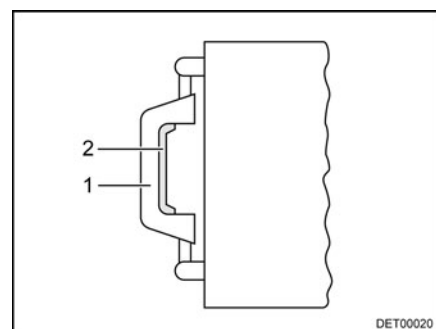

Fig. 44 Lanterneau, poignée
- Appuyer sur le verrou (Fig. 44,2) vers l'intérieur du lanterneau. Pousser le lanterneau simultanément vers le haut par la poignée (Fig. 44,1).
- Tirer fortement le lanterneau vers le bas par les deux poignées (Fig. 44,1) jusqu'à ce que les deux pousoirs s'encliquettent.